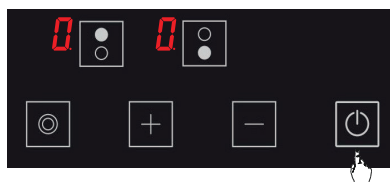

Abbildung 8
1. **0** Schalten Sie die Kochstelle durch Drücken der Taste ein. (Siehe Abb. 8)